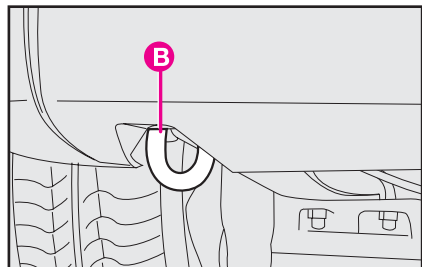

fig. 47
**B-fig. 47** - anello posteriore per il traino di un altro veicolo.